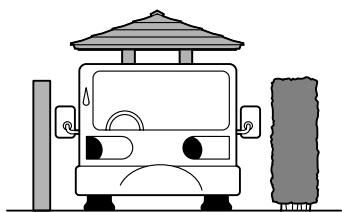

図4-1
- ①道幅が狭くないか確認してください。(3m以上あるか) (図4-1参照)